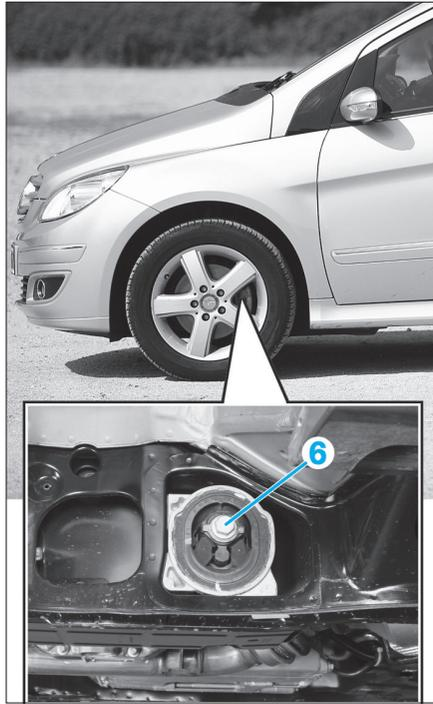

FIG. 17
- De chaque côté, déposer la vis (6) des silentblochs (Fig.17).